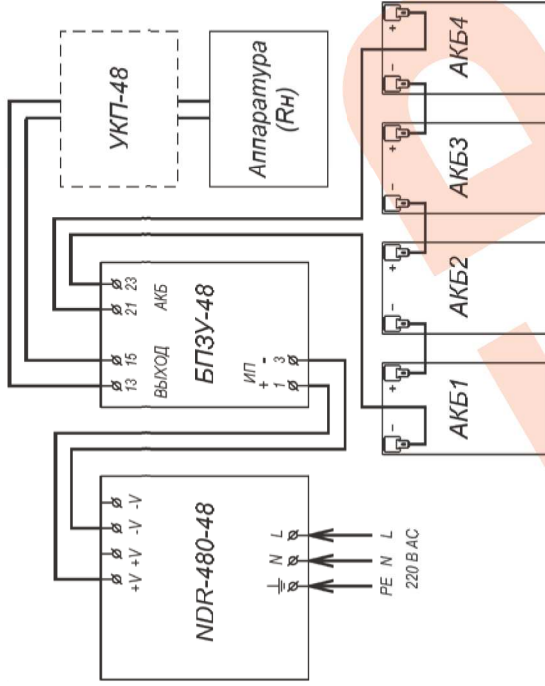
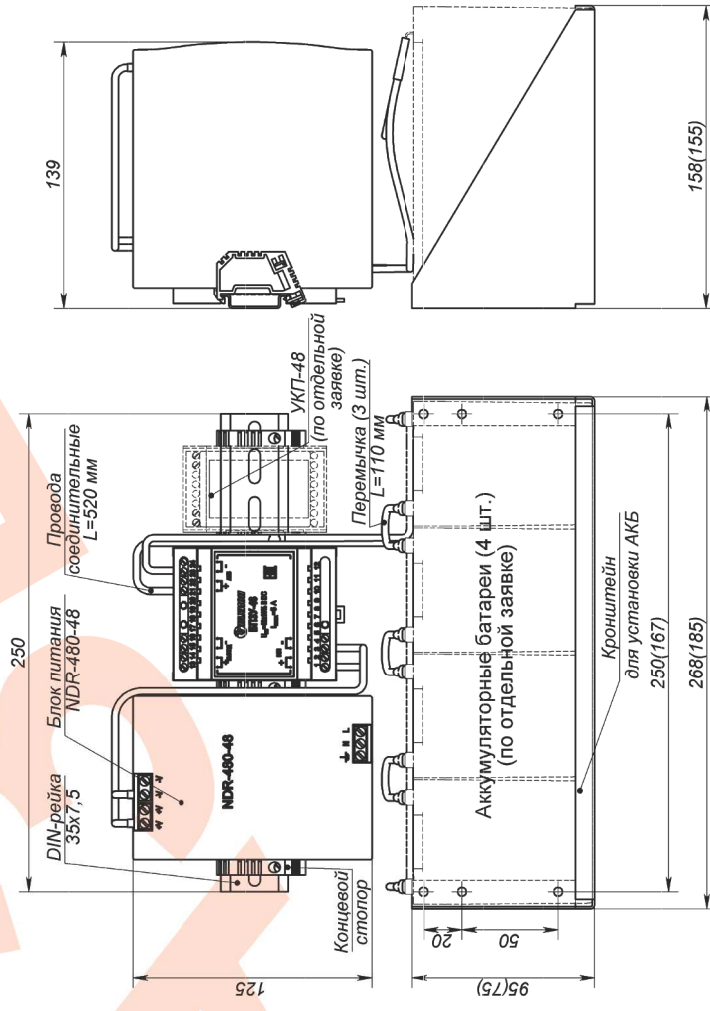

Рис.2 Схема электрическая принципиальная
Рис.1 Устройство, габаритные и установочные размеры (В скобках даны размеры на кронштейн для 4-х АКБ 2,2А·ч.)
Подключение цепей изделий производится в соответствии со схемой электрической принципиальной (рис.2). Для подключения необходимо:
2. Установить аккумуляторные батареи на кронштейн (см. рис.1) и подключить их проводными соединительными к контактам 21 (+) и 23 (-) БПЗУ-48, соблюдая полярность. Соединить аккумуляторы перемычками.
4. Подать трехпроводным кабелем напряжение питания 220В AC на соответствующие контакты блока питания, при этом фазный провод (L) соединить с контактом L, нулевой провод (N) с контактом N, а провод заземления соединить с контактом PE.
12. Габаритные размеры см. рис.1
Устройство изделия приведено на рис.1, схема подключения на рис.2.